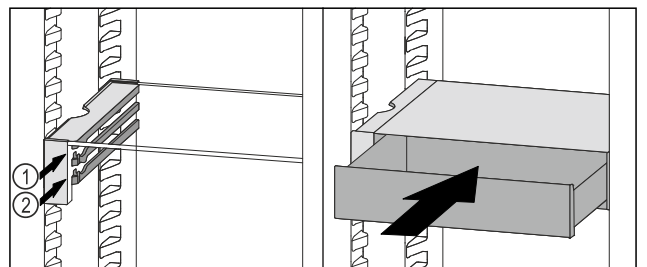

Fig. 100
- ▶ VarioSafe-Schubfach hinter den Stopperrn auf gewünschter Rippe Fig. 100 (1) oder Fig. 100 (2) aufsetzen.